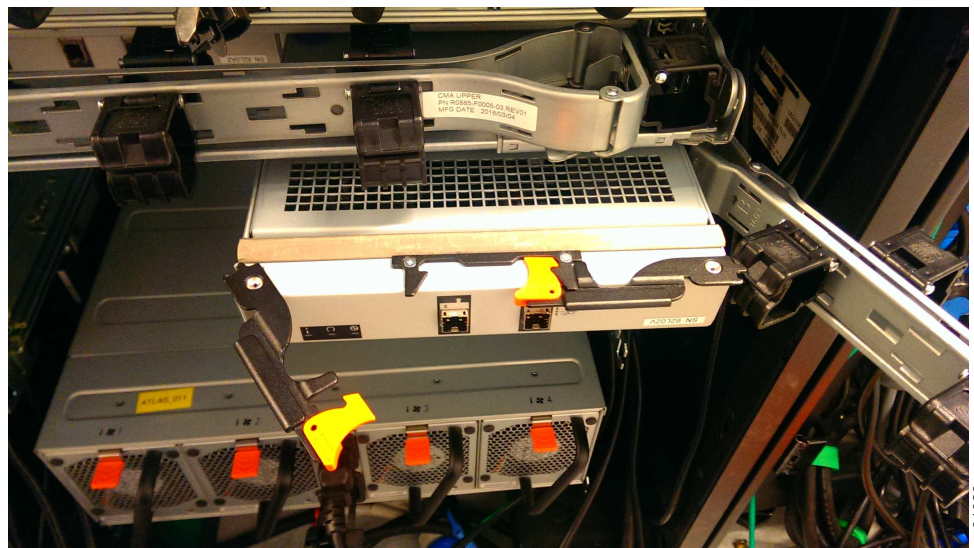

Figura 63. Instale a caixa de expansão
1. Desconecte o cotovelo do suporte para organização de cabos inferior para removê-lo, conforme mostrado em Figura 63 na página 76.
4. Quando a caixa de expansão estiver totalmente inserida, gire cada alça para dentro para travá-la na posição, conforme mostrado na Figura 63.